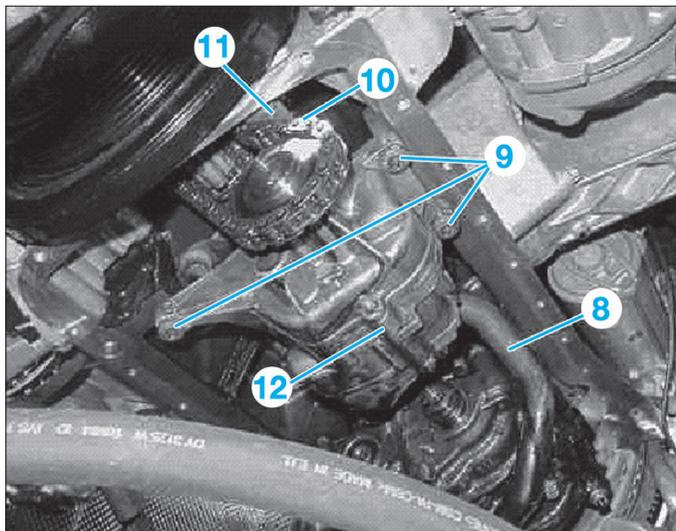

FIG. 45
- Déposer le tuyau d'huile (8) (Fig.45).
- Déposer les vis de fixations (9) de la pompe à huile.
- Chasser la chaîne (10) du tendeur (11).